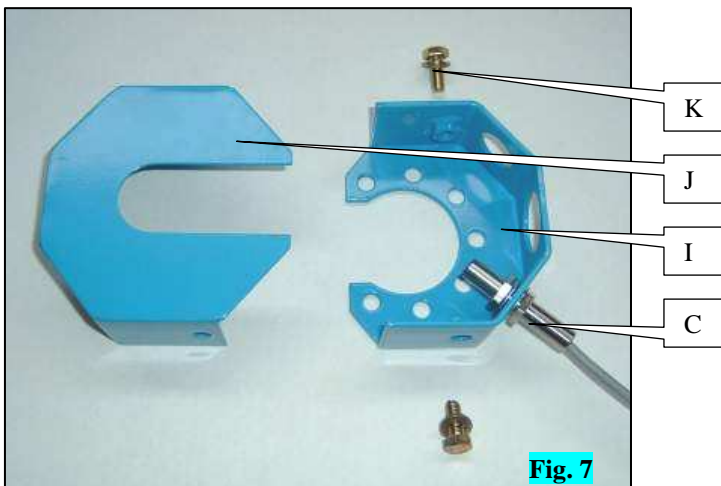

Fig. 7
Sur NX, positionner le capteur C sur son support I (fig. 7) et fixer le couvercle de boîte J à l'aide des 2 vis K.
- **On NX seeders**, position sensor C on its mounting I (fig. 7) and mount unit cover J using the 2 screws K.
Bei NX-Sämaschinen: Positionieren Sie den Sensor C auf seiner Halterung I (Abb. 7) und befestigen Sie mit Hilfe der beiden Schrauben K den Gehäusedeckel J.
En NX, situar el captador C en su soporte I (fig. 7) y fijar la tapa de la caja J con los dos tornillos K.
- **Op de NX** plaatst u de sensor C op de steun I (fig. 7) en bevestigt het deksel van kast J met behulp van 2 schroeven K.
Nel modello NX, posizionare il sensore C sul suo supporto I (fig. 7) e fissare il coperchio della scatola J con le 2 viti K.